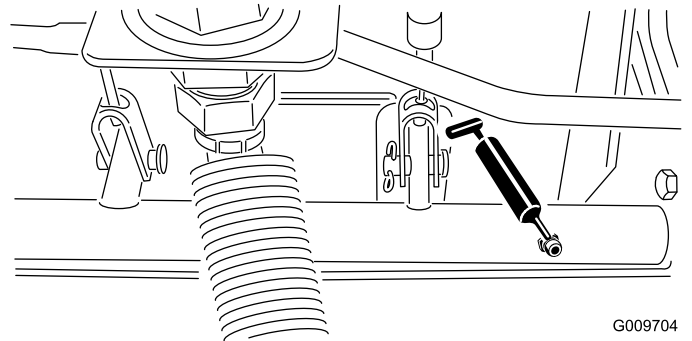

Figura 35
- Cojinetes de pivote de eje de freno (5) tal y como se muestra en la Figura 35